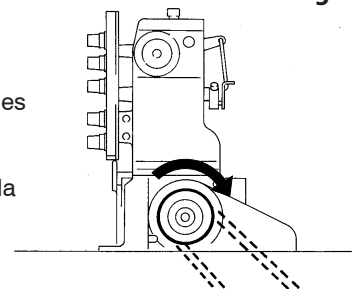

Fig.5
3. Avant la première mise en service, mettez la machine en marche et contrôlez le sens de rotation du volant. Vu de face, celui-ci doit tourner dans le sens des aiguilles d'une montre. (fig. 5, 6)